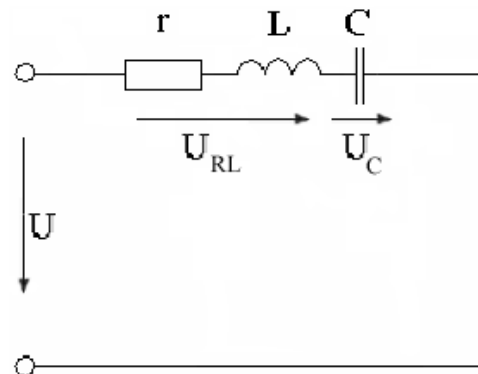

Рис. 59
36. К цепи, состоящей из последовательно соединенных катушки $r=20$ Ом, $L=200$ мГ и конденсатора $C=22$ мкФ, приложено синусоидальное напряжение $u=120\sqrt{2}\sin(\omega t-90^\circ)$ В (рис. 59). Определить действующие значения тока и напряжений на катушке и конденсаторе, построить векторную диаграмму и записать выражения для мгновенных значений напряжения на катушке и конденсаторе, тока и подводимой мощности. Найти потребляемую активную мощность.